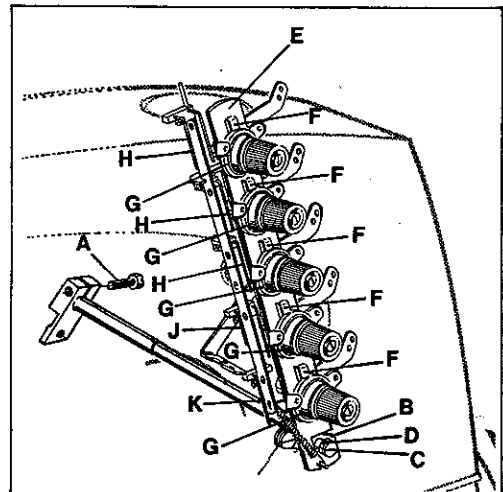

Fig. 60
5.1 Loosen screw (A, Fig. 60) in the tension release lever on the back of the machine and set lever (B) of tension release lever shaft horizontal. Retighten screw (A).
5.2 Loosen screw (C, Fig. 60) and set the tension disc separator (E) by turning eccentric (D) so that the separators (F) are as close as possible to the tension discs (G) without touching them. Retighten screw (C). The tension discs must open as soon as the cutting process starts. The tension disc separator should move freely between the tension discs without binding.
5.1 Lösen Sie die Schraube (A, Fig. 60) im Spannungsauslöse-
5.2 Lösen Sie die Schraube (C, Fig. 60) und stellen Sie den
5.3 The thread pull-off hooks (H, Fig. 60) for the needle threads control the length of the needle thread tails on garment after trimming. The higher the hooks are set, the shorter the needle thread tails will be. Set the thread pull-off hooks (H) so that with free needle thread tails immediately the next stitch is formed, when sewing starts and the visible thread ends on the top of fabric are as short as possible. Set the thread pull-off hook (J, Fig. 60) for the looper thread so that the thread is clamped securely when trimmed. Set the thread pull-off hook (K, Fig. 60) for the spreader thread so that a sufficient amount of thread is pulled-off for the pneumatic cover thread pull-off (see item 7).
5.3 Die Fadenabzugshaken (H, Fig. 60) für die Nadelfäden regeln die Länge der Nadelfadenenden am Nähgut nach dem Abschneiden. Je höher die Haken gestellt werden umso kürzer werden die Nadelfadenenden. Stellen Sie die Fadenabzugshaken (H) so, daß bei freien Nadelfadenenden bei Nähbeginn sofort der nächste Stich gebildet wird und nur kurze Fadenenden auf der Oberseite des Stoffes sichtbar sind. Stellen Sie den Fadenabzugshaken (J, Fig. 60) für den Greiferfaden so, daß der Faden beim Abschneiden sicher festgeklemmt wird. Stellen Sie den Fadenabzugshaken (K, Fig. 60) für den Legfaden so, daß genügend Faden für den pneumatischen Legfadenabzug abgezogen wird (siehe Punkt 7).